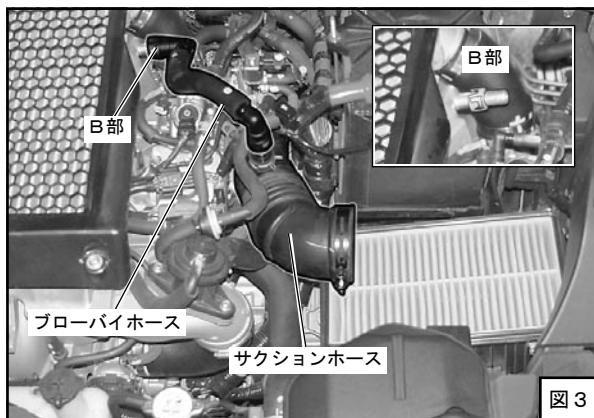

図3
(5) サクションホースのホースバンドを緩め、B部のジョイントを外してサクションホースとブローバイホースを一体で取外してください。(図3)